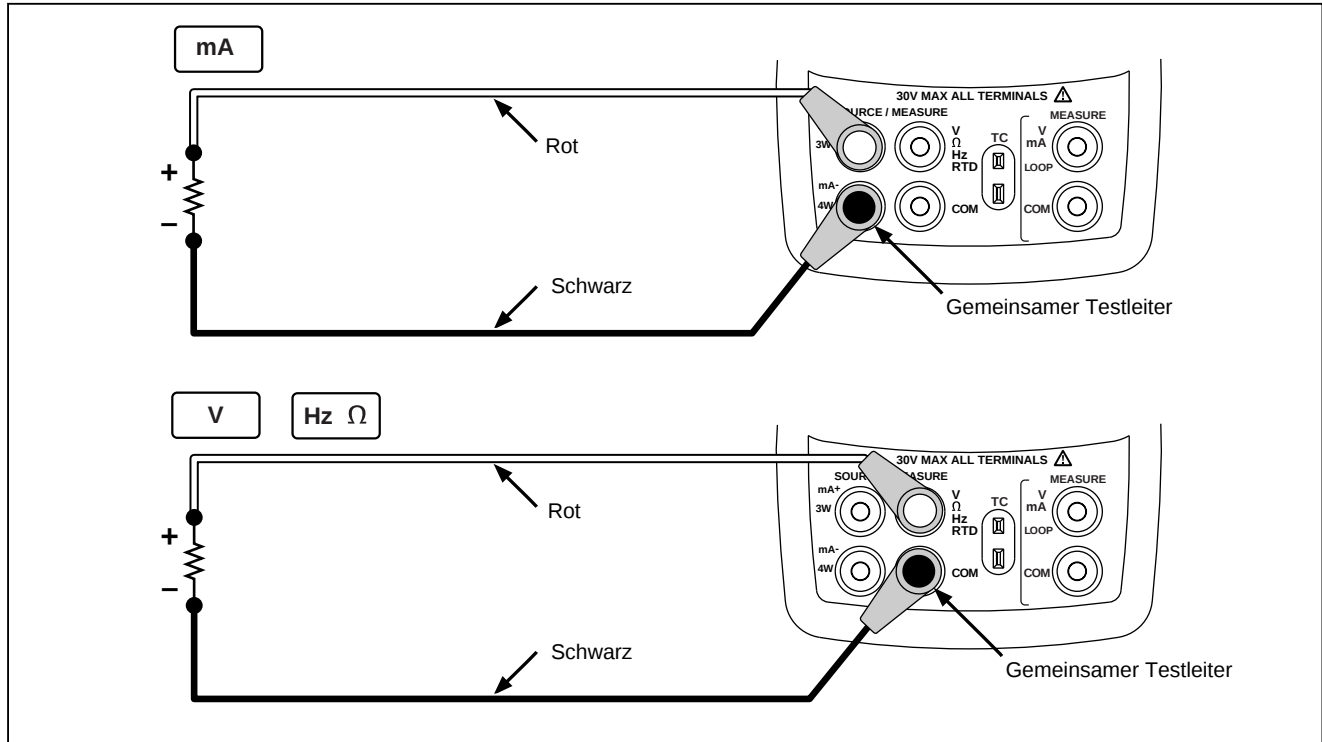

Abbildung 14. Verbindungen zum Quellen der elektrischen Parameter
1. Die Testleiter abhängig von der Quellenfunktion gemäß Abbildung 14 anschließen.